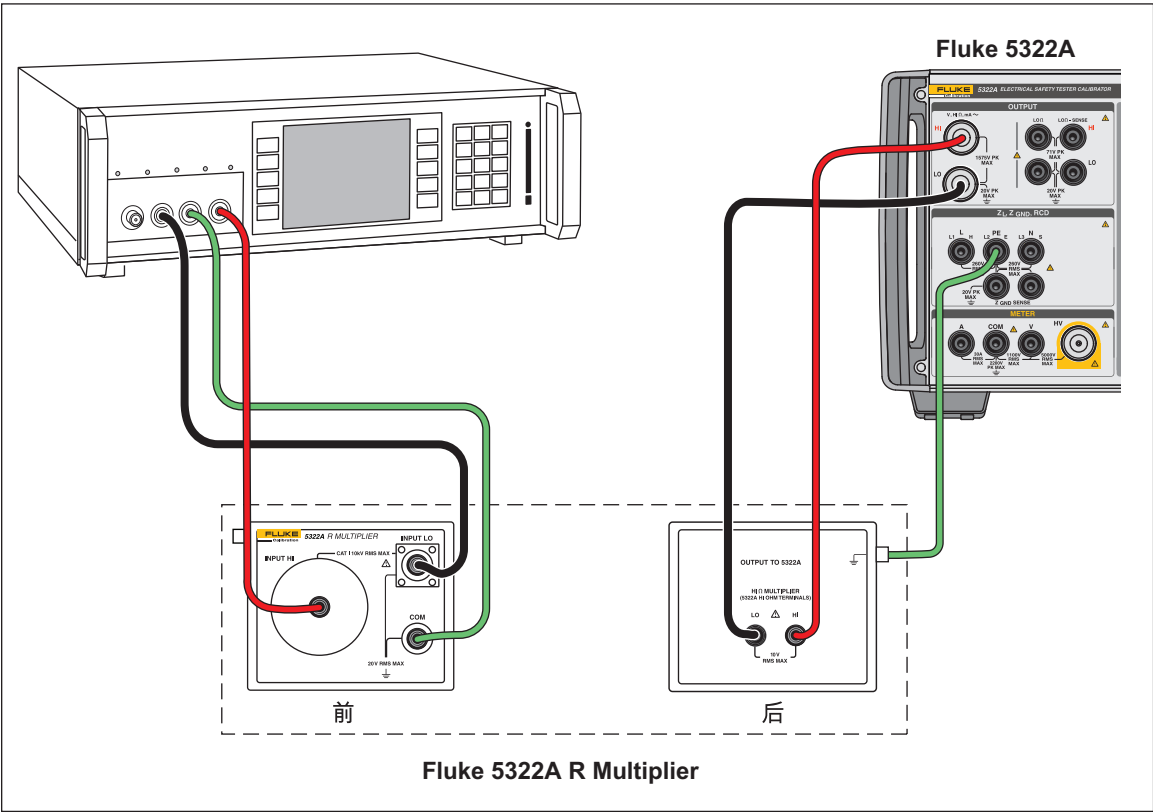
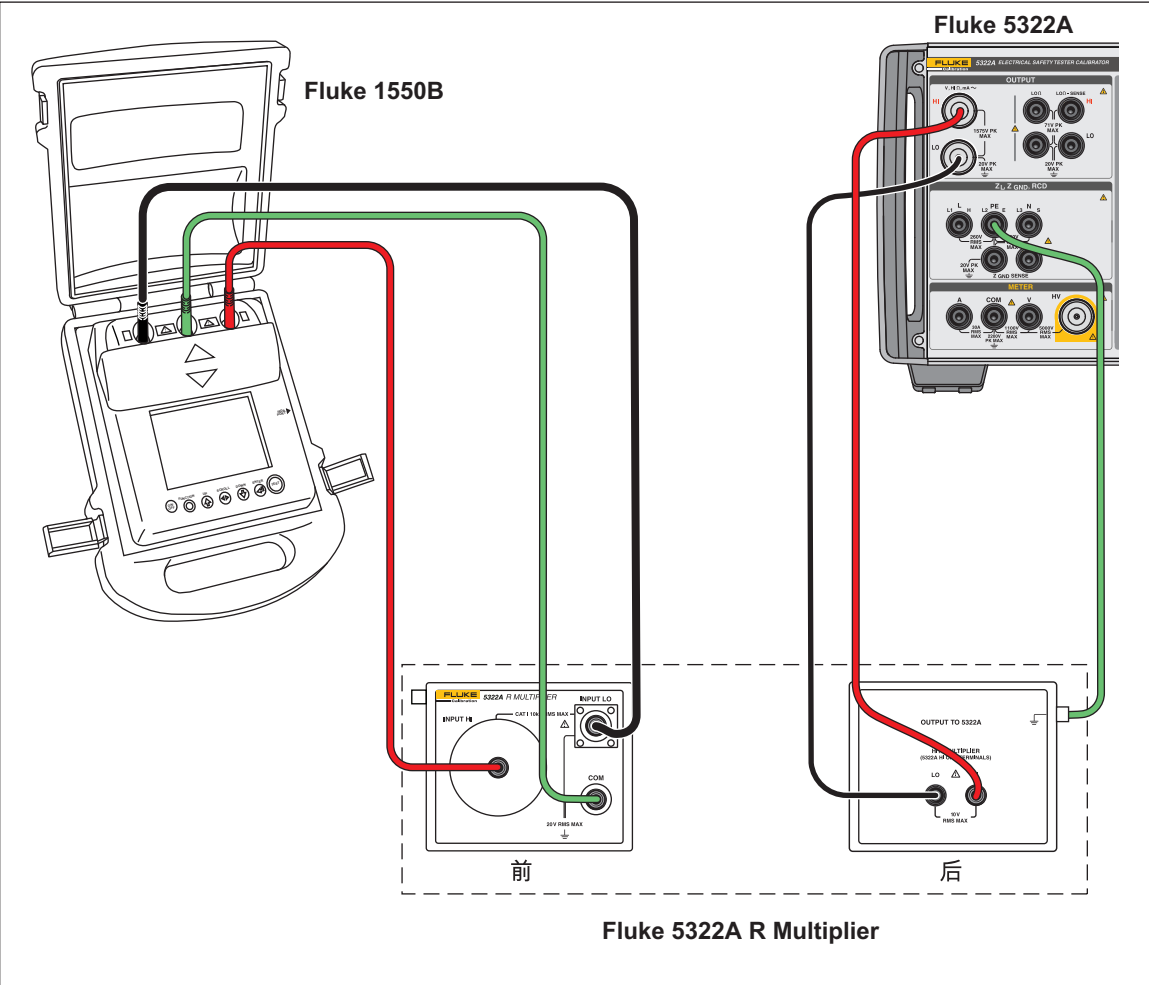

图 37.使用电阻倍乘器适配器时连接到台式测试仪
图 38.使用电阻倍乘器时连接到 1550B
2. 将被测仪器连接到电阻倍增器适配器和本产品，如图 37 和图 38 所示。